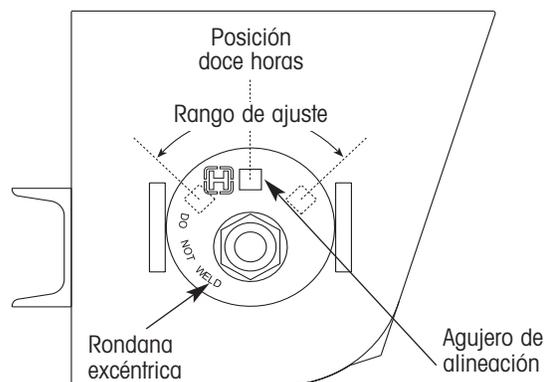

Figura 25. Detalles de orientación de la rondana excéntrica
3. En ambas conexiones pivote del eje delantero, inspeccione la orientación del agujero de alineación en la rondana excéntrica (figura 25). El agujero de alineación debe estar en la posición de las 12 horas, el cual es el punto medio del rango de ajuste de alineación. Si el agujero de alineación no está en la posición de las 12 horas, inserte un maneral de 1/2" en el agujero de alineación en la rondana excéntrica y gire la rondana hasta que este en la posición de las doce horas.